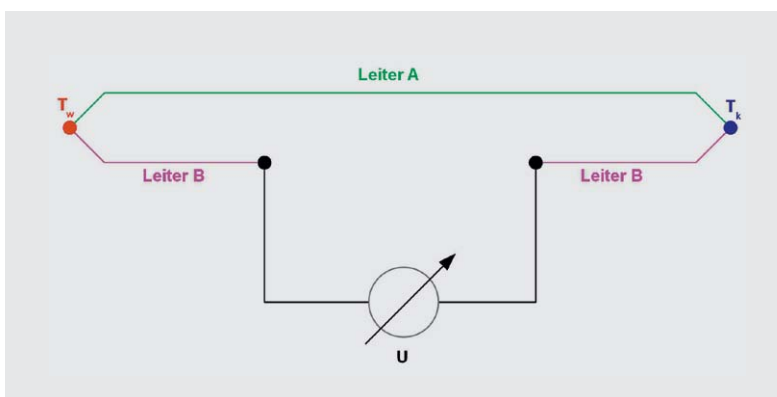

Bild 12: Der Seebeck-Effekt ist die physikalische Grundlage von thermoelektrischen Generatoren.
**Thermische Energie.** Moderne thermoelektrische Generatoren (TEG) sind Festkörperbausteine ohne bewegliche Teile. Das Wirkprinzip beruht auf dem Seebeck-Effekt. Sein Entdecker war der deutsch-baltische Physiker Thomas Seebeck (1770–1831), der 1821 feststellte, dass an den Kontaktstellen zweier unterschiedlicher elektrischer Leiter, die sich auf unterschiedlichen Temperaturen befinden, eine Spannung (Thermospannung) auftritt (Bild 12). Wenn an den Verbindungsstellen der Leitermetalle A und B (meist verschweißt) die Wärmtemperatur  $T_w$  und die Kalttemperatur  $T_k$  herrschen, ist mit dem Voltmeter eine Spannung  $U$  zu messen. Sie hängt von den Metallen A und B und der Temperaturdifferenz  $T_w - T_k$  ab (Gleichung 1). Das Integral rührt daher, dass der Seebeck-Koeffizient  $S(T)$  gemessen in V/K von der Temperatur abhängt. Beim